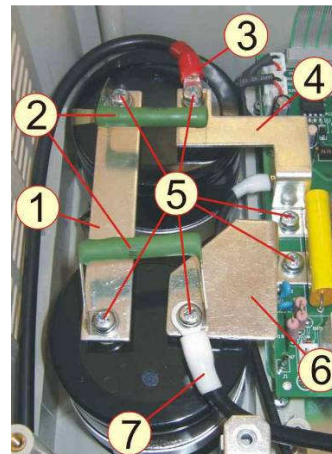

Рис.7.15
8 – провод от конт. «+» конденсатора С1 (рис.7.15).
**7.9.4** Установить шину 1, два резистора 2, вкрутив два винта 5 (рис.7.15).
**7.9.5** Установить шины 4 и 6, закрепить четырьмя винтами 5 вместе с наконечниками 3 и 7 проводов и выводами резисторов (рис.7.15).
**7.10.6** Установить шины 4 и 6 (рис.7.15) в соответствии с п. 7.9.5 и табл.7.4.